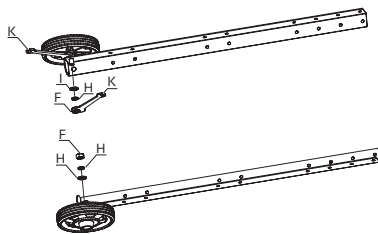

Рис. 7.
- Взять ножки мангала (поз. 2) (2 шт.) и с помощью ключей (К) прикрутить к ним собранные колеса, используя шайбу 10 (I), шайбу Гровера 10 (H), гайку М10 (F), как показано на рис. 7.